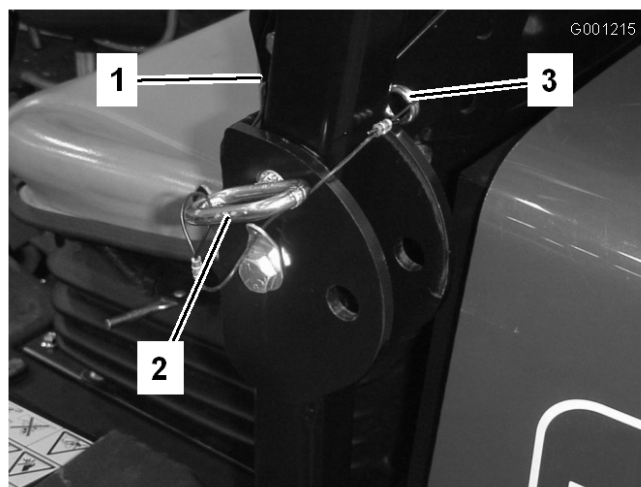

Figura 29
1. Para baixar a barra de segurança, remova os contrapinos e os dois pinos (Figura 29).
3. Instale os dois pinos e fixe-os com os contrapinos (Figura 29).
4. Para levantar a barra de segurança, remova os contrapinos e os dois pinos (Figura 29).
5. Levante a barra de segurança na vertical, instale os dois pinos e fixe-os com os contrapinos (Figura 29).